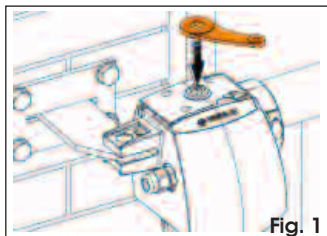

Fig. 1
2. Introduire la clé de manœuvre dans son logement situé dans la partie supérieure de l'opérateur (Fig. 1).